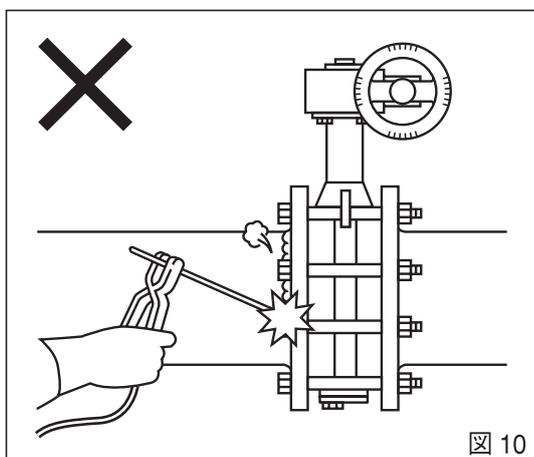

図 10
- ⊘ また、バルブを取り付けた状態でフランジ溶接、溶接補修は絶対に行わないでください。（図10）